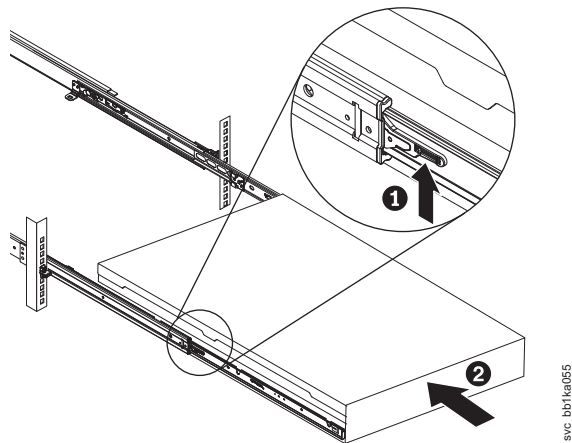

図 315. ラックのスライド・レールの ロック・レバーを上げる
15. スライド・レール上のロック・レバー (図 315 の **1**) を上げて、サーバー **2** を、所定の位置にカチッと音を立てて収まるまで、ラック内に完全に押し込みます。